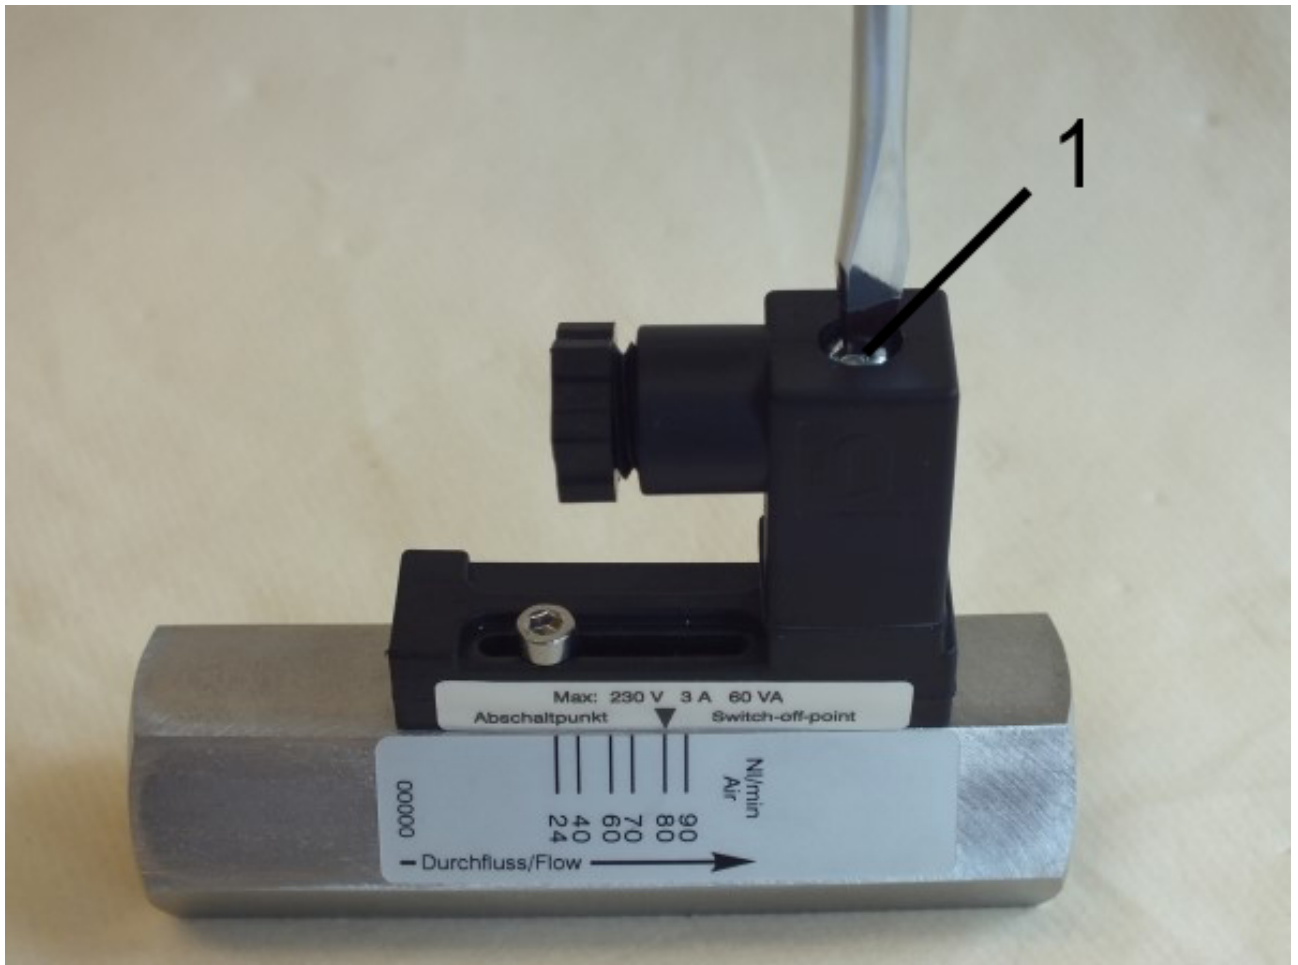

Abb. 44: Steckerdose lösen
1. ➤ Mit einem Schlitzschraubendreher die Feststellschraube (Abb. 44/1) der Steckerdose lösen